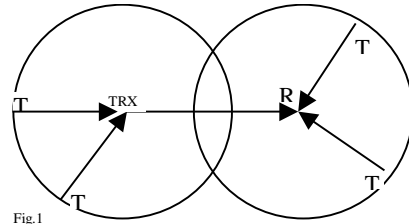

Fig.1
- Distante mai mari intre emitatoare si receptoare decat cele specificate (fig.1).